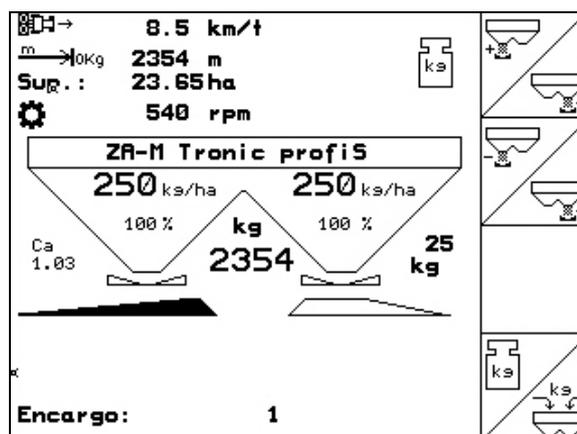

Fig. 49
- En el menú de trabajo (Fig. 49).